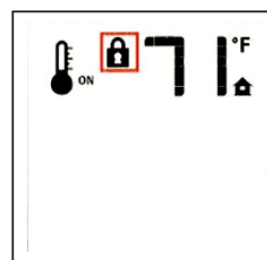

Figure 69. Verrouillé.
- Pour activer ce verrouillage, appuyez en même temps sur la touche «Mode» et sur la touche fléchée Haut. Fig. 69.